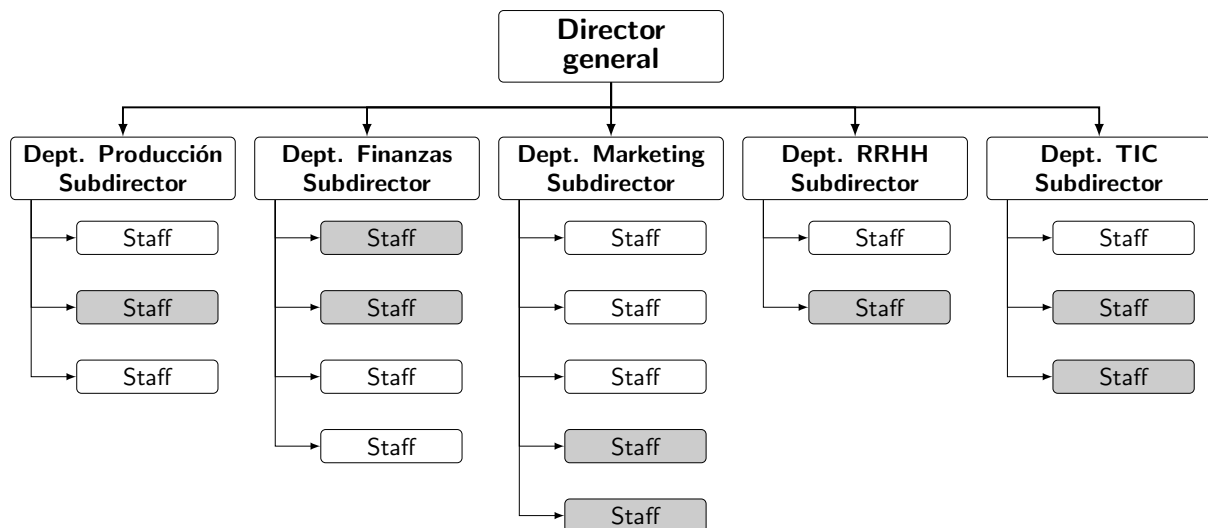

Figura 1.7: Ejemplo de organización funcional
- **Funcionales.** Organizaciones que reúnen en **grupos funcionales** (departamentos) a personas que realizan tareas similares o que utilizan el mismo tipo de competencias y conocimientos. En esta estructura, las personas se gestionan mediante líneas claras de autoridad que se extienden a través de cada grupo hasta el subdirector y, en última instancia, hasta una única persona en la cúspide (director general). Por ejemplo, en la Figura 1.7, se ve que todas las personas que desempeñan funciones de recursos humanos de la organización (como contratación, formación y gestión de beneficios) están en el grupo de recursos humanos, que depende del director general. En la estructura funcional, el director del proyecto tiene menos autoridad sobre los miembros del equipo que en cualquier otro tipo de estructura organizativa. De hecho, actúa más como coordinador del proyecto que como director del mismo, ya que los subdirectores mantienen toda la autoridad sobre los miembros del equipo del proyecto y el presupuesto del mismo. En la Figura 1.7 se muestra un ejemplo de organización funcional, donde el personal sombreado sería aquel involucrado en las actividades del proyecto que se está realizando.